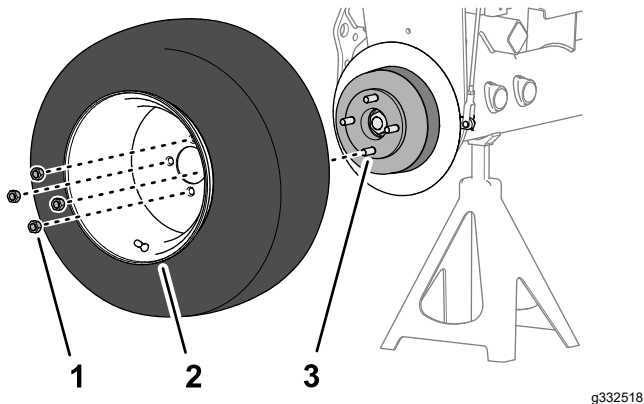

図 76
1. ラグナット4個でホイールをハブに取り付け 図 76、ラグナットを手締めする。